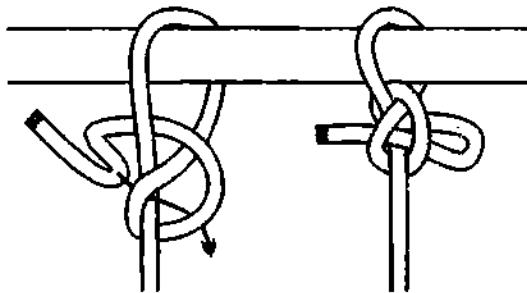
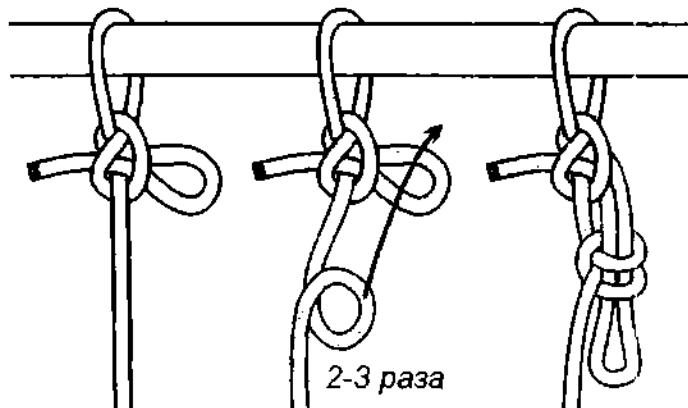

Рис. 532. Быстроразвязывающийся затягивающийся обратный штык.
Рис. 533. Быстроразвязывающийся затягивающийся обратный штык, усиленный полуштыками.
**Затягивающийся обратный штык** можно превратить в быстроразвязывающийся узел, связав его с петелькой (рис. 532), а если на петельку накинуть 2-3 полу штыка, то узел становится сверхпрочным и безопасным (рис. 533).